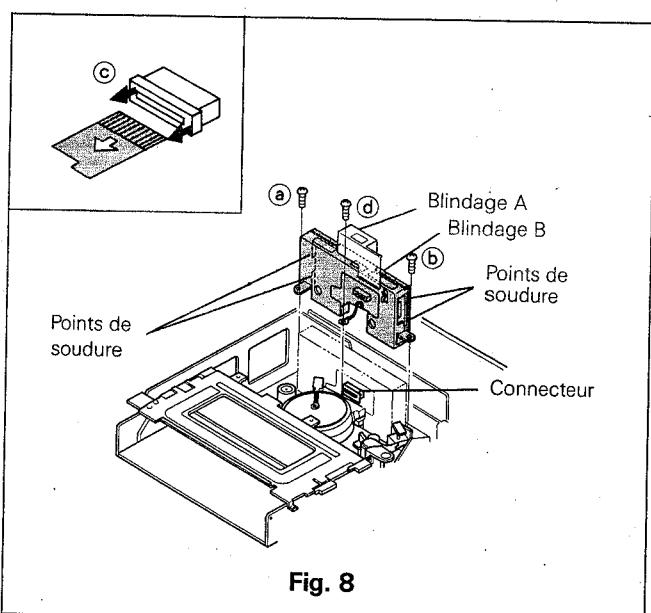

Fig. 8
- Déconnecter la tresse en tirant légèrement sur l'extrémité du connecteur ③ comme le montre la Fig. 8.
- Dévisser les trois vis (①, ② et ④) qui retiennent la platine AMPLI-TETE, ainsi que le fil de masse.
- Afin d'accéder au côté composants, dessouder les quatre points de fixation du blindage puis l'ôter suivant la Fig. 8.